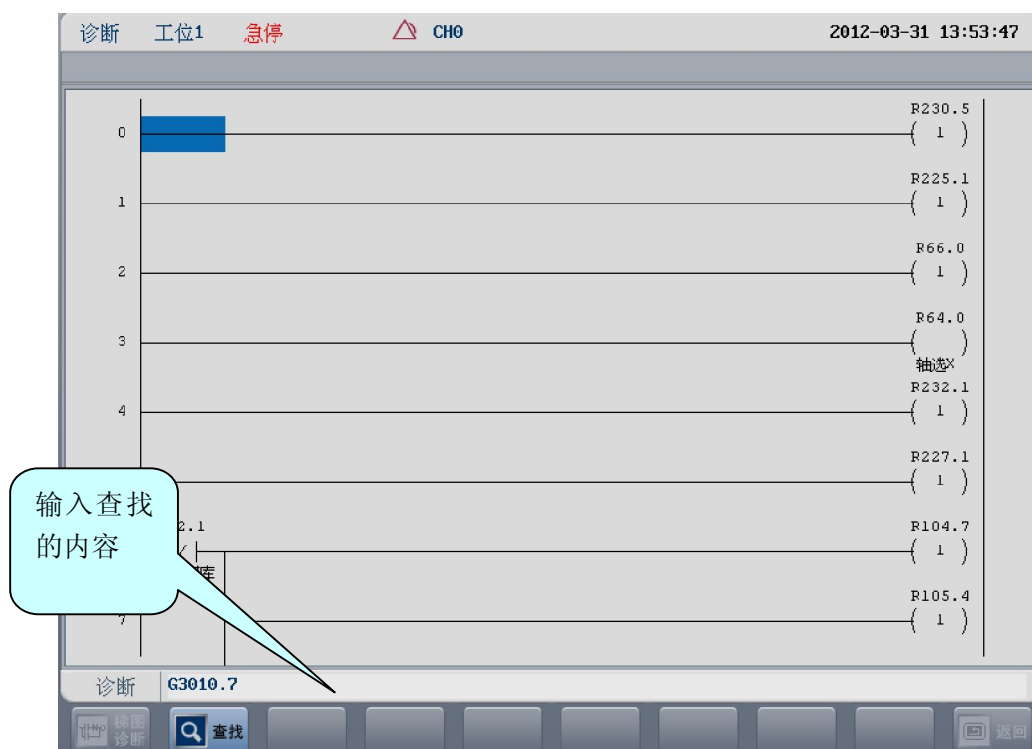

图 4.2.1 梯图中查找寄存器
- 2) 在梯形图界面搜索“G3010.7”，如图 4.2.1；